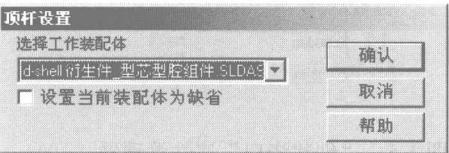

图 1-8 “顶杆设置”对话框
(4) 顶出机构设计。在 IMOLD 工具栏中单击（顶杆设计）按钮，弹出下拉菜单。单击“增加顶杆”命令，弹出如图 1-8 所示的“顶杆设置”对话框。在该对话框中选择需要添加顶杆的装配体名称，单击“确